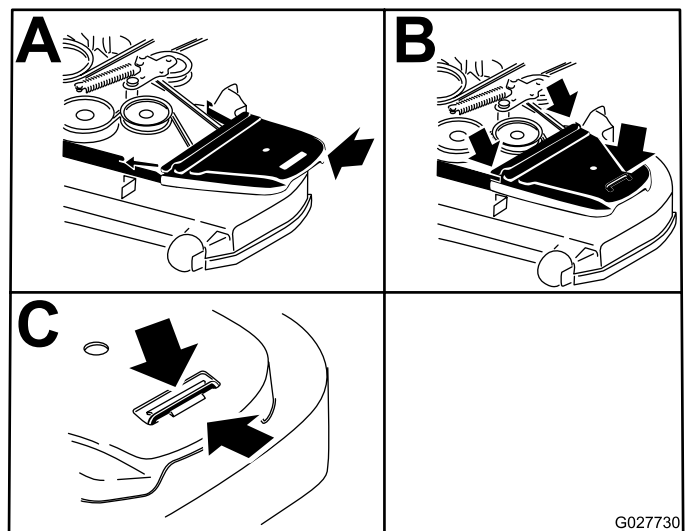

Figura 61
15. Instale as coberturas da correia (Figura 61).